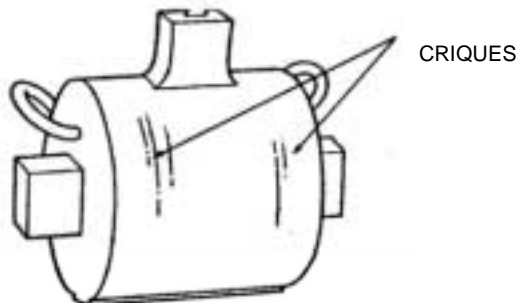

Figure 3.3.5
- A. Vérifier si la bobine comporte des criques radiales. Si c'est le cas, remplacer la bobine. (Voir figure 3.3.5)